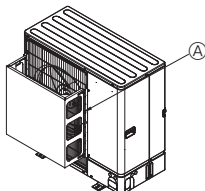
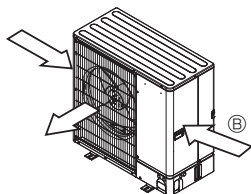

Fig. 2-5
Fig. 2-6
② Namestite izbirni usmerjevalnik zraka, če bo enota nameščena na mestu, kjer obstaja možnost, da močni vetrovi, kot so tajfuni ipd., vstopijo v izstopno odprtino za zrak. (Fig. 2-5)
④ Usmerjevalnik izstopne odprtine za zrak
③ Če je možno, postavite enoto tako, da bo zrak iz izstopne odprtine pihal pravokotno na smer sezonskega vetra. (Fig. 2-6)
⑤ Smer vetra